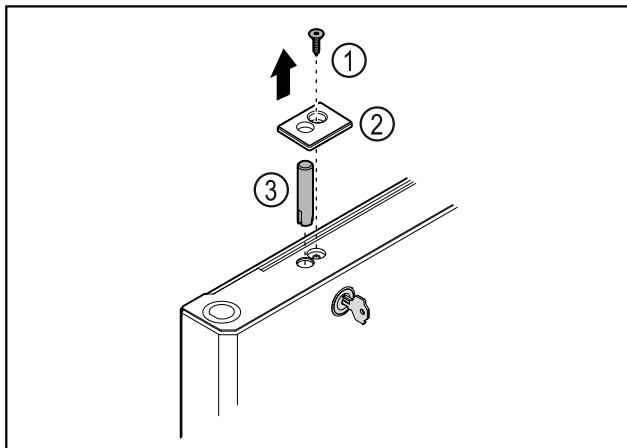

Fig. 34
- Rimuovere la vite Fig. 34 (1).
- Disinnestare la copertura Fig. 34 (2) con l'ausilio di un piccolo cacciavite e rimuoverla.
- Estrarre il perno della serratura Fig. 34 (3).